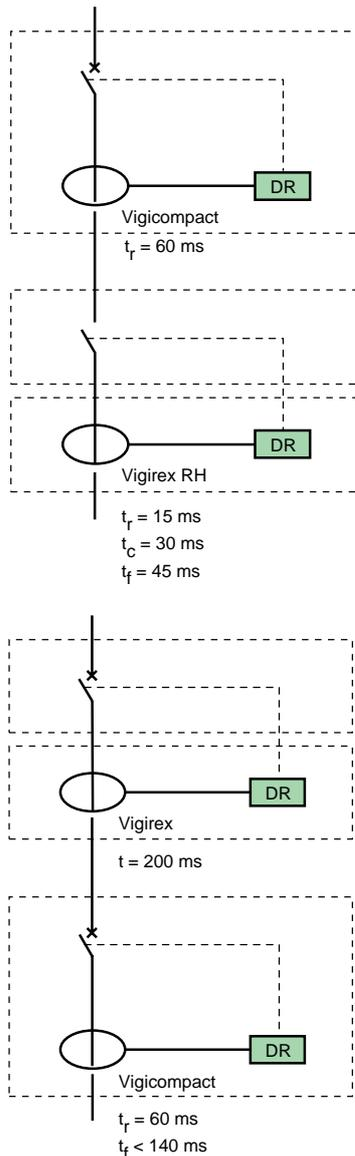

Fig. 5.14. Dos ejemplos de selectividad cronométrica, asociando un interruptor automático diferencial de tipo **Vigicomact** y un relé **Vigirex** (Merlin Gerin).
- El relé diferencial se define en tiempo de funcionamiento neto o temporizado a un valor t , el cual corresponde al tiempo que transcurre entre la aparición del defecto y la orden de apertura del dispositivo de corte (fig. 5.14).